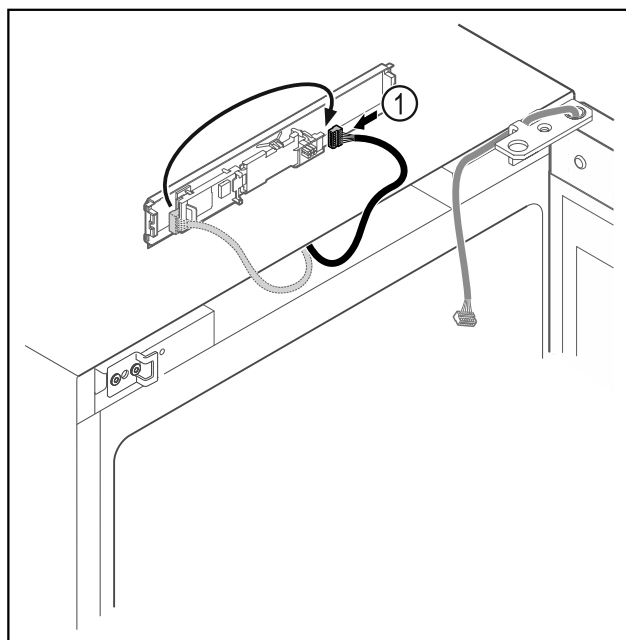

Fig. 17
► Wtyczkę Fig. 17 (1) należy ponownie podłączyć do płytki drukowanej.